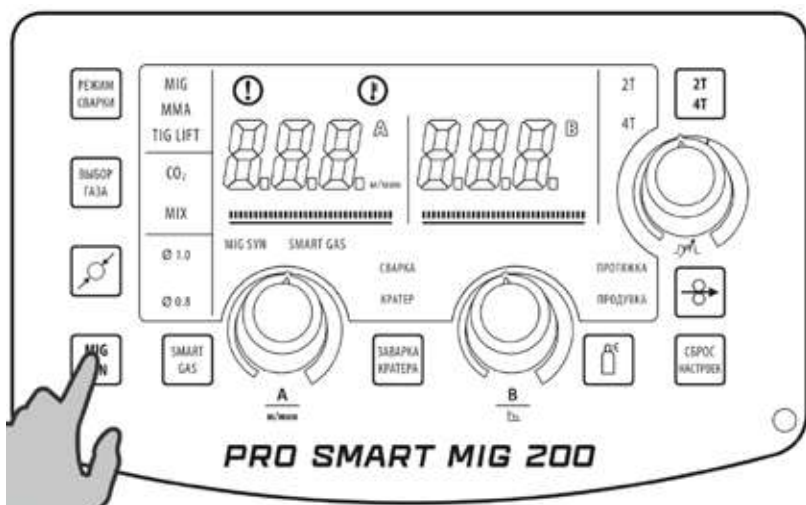

Рис. 8.6.2. Выбор режима MIG SYN.
2. Выберите режим MIG SYN (см. рис. 8.6.2), кнопка включения синергетического режима – см. табл. 7.0.2, поз. 5.